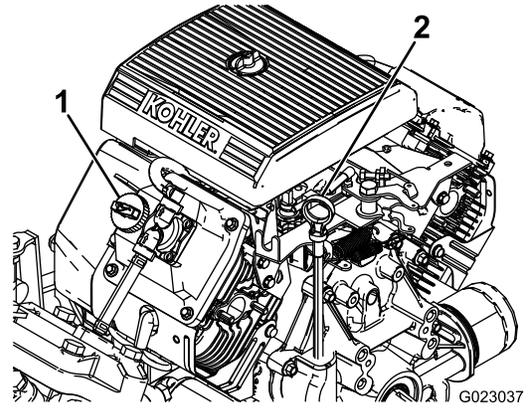

图11
2. 取出量油尺用干净的抹布擦拭图11。
4. 如果机油油位较低请从气门室盖图11上拆下加油颈盖从开口处注入机油直至油位达到量油尺上的“已满”标记请参阅 了解适合的机油类型和粘度。 维护机油 \(页码 39\)